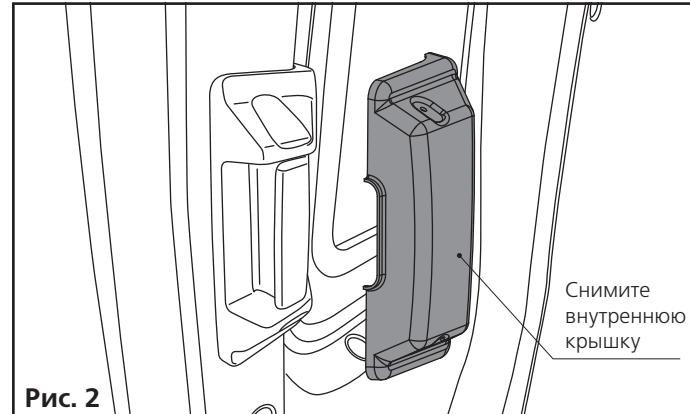

Рис. 2
2. Потяните за ручку двери и удерживайте её (рис. 2);
3. Потяните заднюю часть двери на себя (рис. 2);
4. Откройте дверь влево (рис. 2).